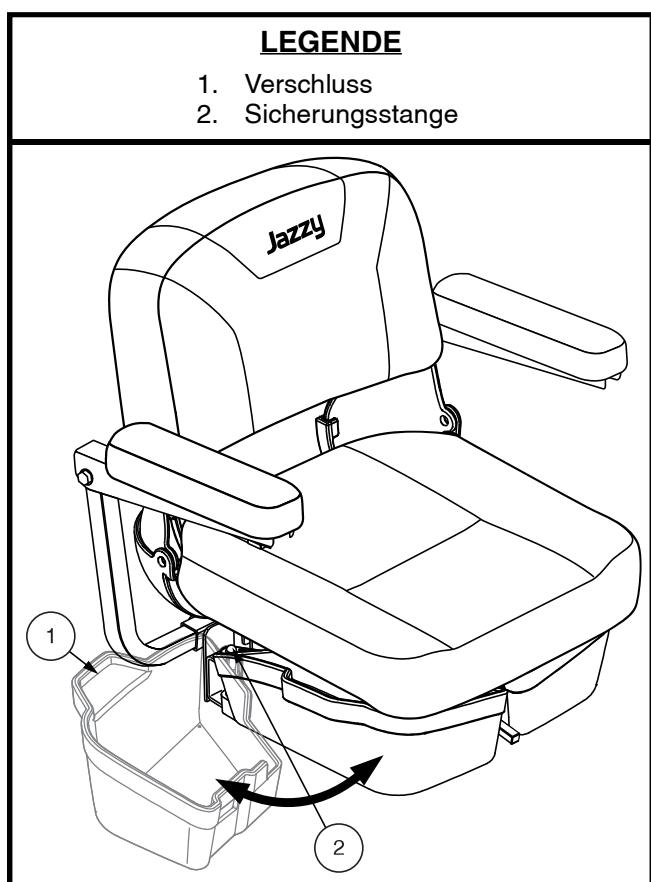

Abb. 28. Stauraum unter dem Sitz
1. Den Verschluss an der Seite des Untersitz-Staufachs (**siehe Abb. 28**) leicht nach oben heben und das Staufach aus dem Elektromobil herausschwenken.
1. Den Verschluss an der Seite des Untersitz-Staufachs (**siehe Abb. 28**) leicht nach oben heben und das Staufach aus dem Elektromobil herausschwenken, bis es vollständig geöffnet ist.
2. Falls vorhanden, entfernen die Stauraum unter dem Sitz. **Siehe Abb. 28.**
7. Falls vorhanden, installieren die Stauraum unter dem Sitz. **Siehe Abb. 28.**